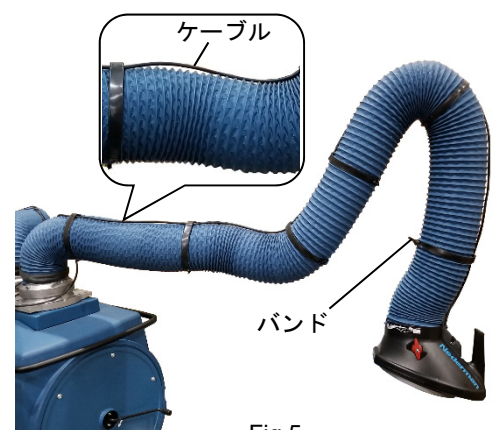

Fig.5
5. スwitchから出ているケーブルをアームに沿って、バンドで固定してください。(Fig.5)